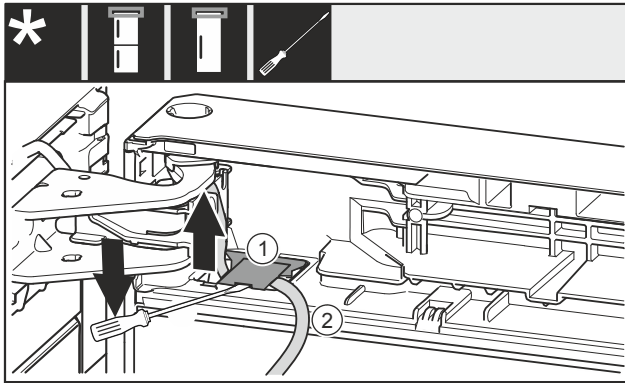

Fig. 21
- Ngrini lart kapakun mbulues Fig. 21 (1) me një kaçavidë me kokë petë dhe tërhiqeni jashtë.
- Tërhiqni jashtë kabllon Fig. 21 (2).